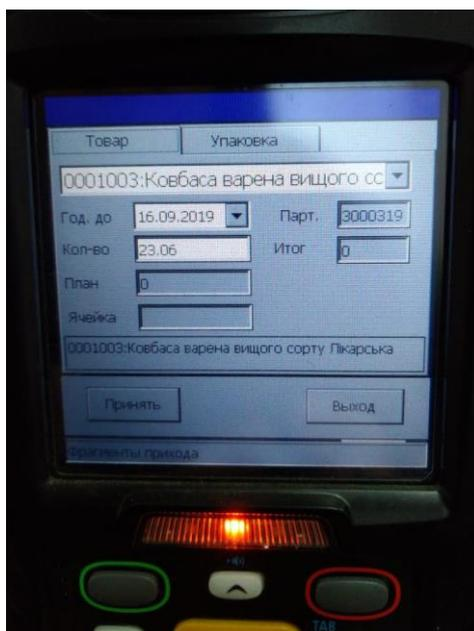

Рис.4.5. Окно считывания штрихового кода товара при оприходовании
После открытия накладной необходимо считывать последовательно штриховые кода товара, который приходится. При считывании открывается окно с полями (Рис. 4.5.):
- ✓ 62 (Рис. 4.5.) – внутренний номер партии;
После этого можно сразу считывать штриховые коды товара или ящиков, которые приходятся. Откроется окно согласно Рис. 4.5. с такими же значениями полей.